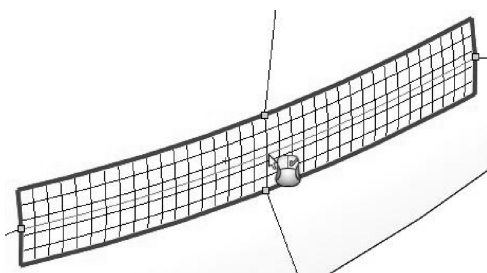

图 4-49 添加变形曲线
- 07 分别单击【添加曲线】【反向】按钮，在变形曲面上添加变形曲线，如图 4-49 所示。